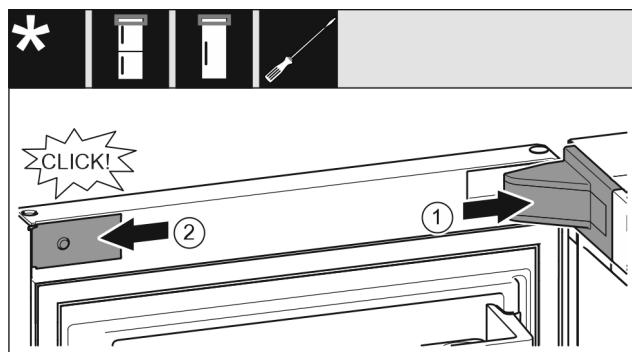

Fig. 27
- ▶ Helyezze fel és pattintsa be a csapágybak fedelét Fig. 27 (1), szükség esetén óvatosan nyomja szét.
- ▶ Helyezze fel oldalra a takarólemezt Fig. 27 (2), és pattintsa be.